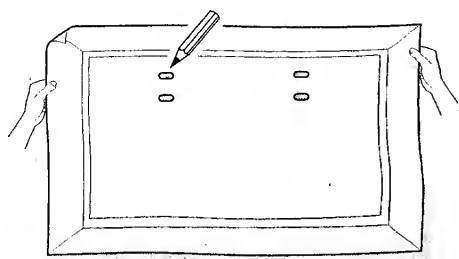

fig. 4
Remarque: le gabarit fourni ne peut être utilisé que pour un placement général (fig. 4).
- 1 Choisissez l'endroit où vous souhaitez monter l'écran. Afin de vous assurer un alignement correct, utilisez le gabarit fourni. (fig. 4)